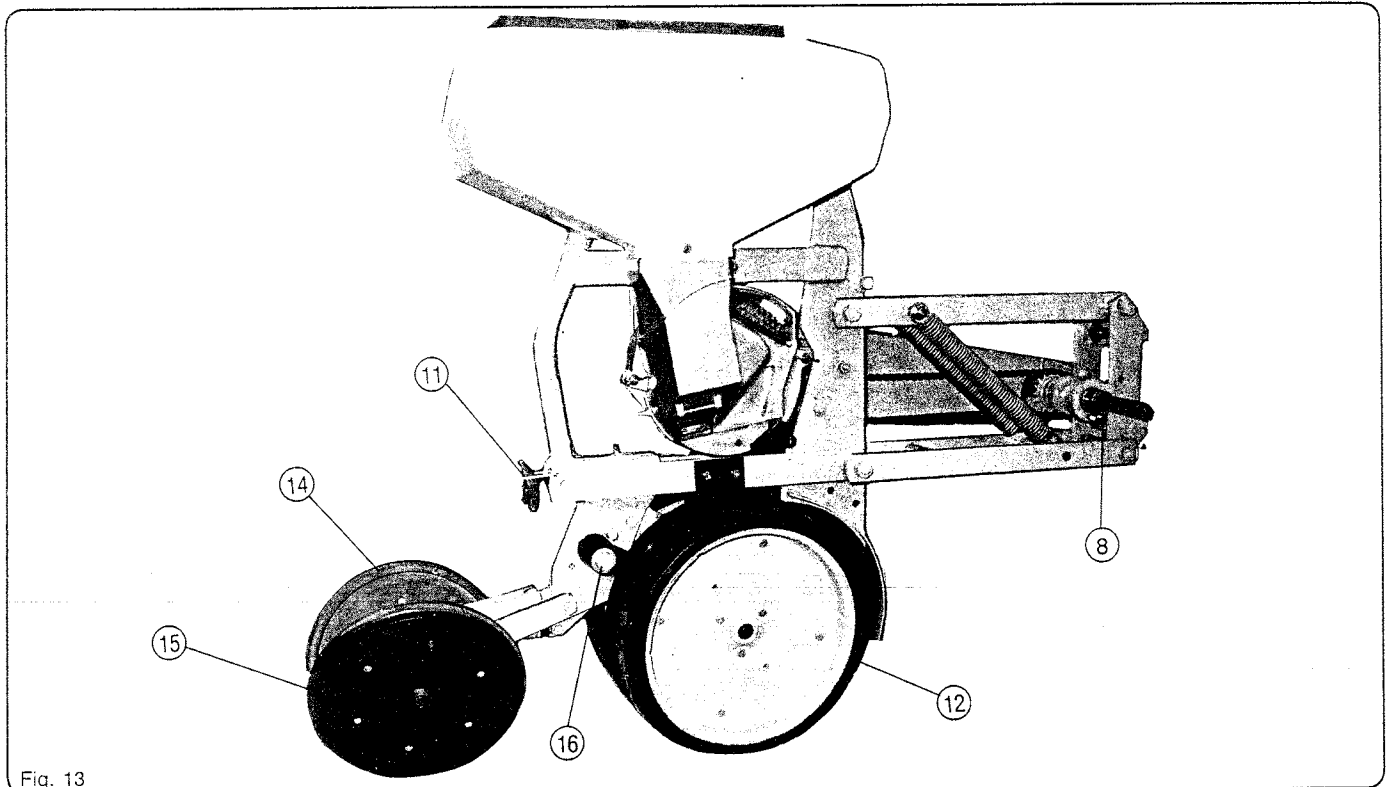
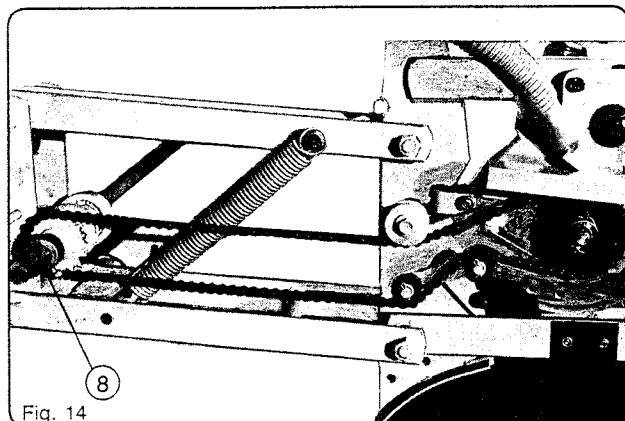

Fig. 13
Fig. 14
Une seule version représentée ci-dessous par la fig. 13 est proposée pour ce modèle d'élément.
Le montage de la chaîne d'entraînement s'effectue suivant la fig. 14.
One single version as shown below in fig. 13 will be offered for this metering unit. The mounting of the drive chain is done, as shown in fig. 14.
- L'axe hexagonal supérieur se bloque en position par les vis de 2 bagues ⑧ (fig. 13).
- Les paliers centraux avec roulements ④ seront à supprimer pour inter-rangs inférieurs à 45 cm.
- The upper hexagonal shaft locks in position by means of the bolt of the 2 bushings ⑧ (fig. 13).